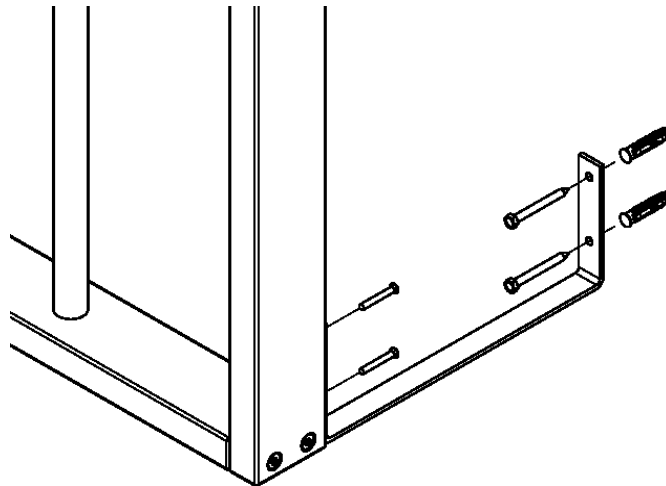

Abb. 3: Montage Winkel für Fußbodenheizung
Bohren Sie anschließend je 2 Löcher mit $\varnothing 9$ mm durch die oberen Wangen der feststehenden TuWa Elemente und je 2 Löcher mit $\varnothing 14$ mm in die Wand. Bohren Sie für die Bodenbefestigung je zwei weitere Löcher in die untere Wange der Elemente $\varnothing 4$ mm. Auf Grundlage dieser markieren und bohren Sie die Bodenbohrungen $\varnothing 8$ mm. Achtung: Im Fall einer Fußbodenheizung verzichten Sie auf die Bodenbohrungen, stattdessen ergänzen Sie die zusätzlichen entsprechenden Wandbohrungen $\varnothing 12$ mm und verschrauben die Fußbodenwinkel (33) bündig ausgerichtet zur jeweils äußeren Wange der festen Elemente Abb. 3. Setzen Sie ebenfalls die Bohrungen in der unteren Wange der mittleren Elemente für die Aufnahme der Bodenstifte mit Bohrungsdurchmesser $\varnothing 11$ mm.